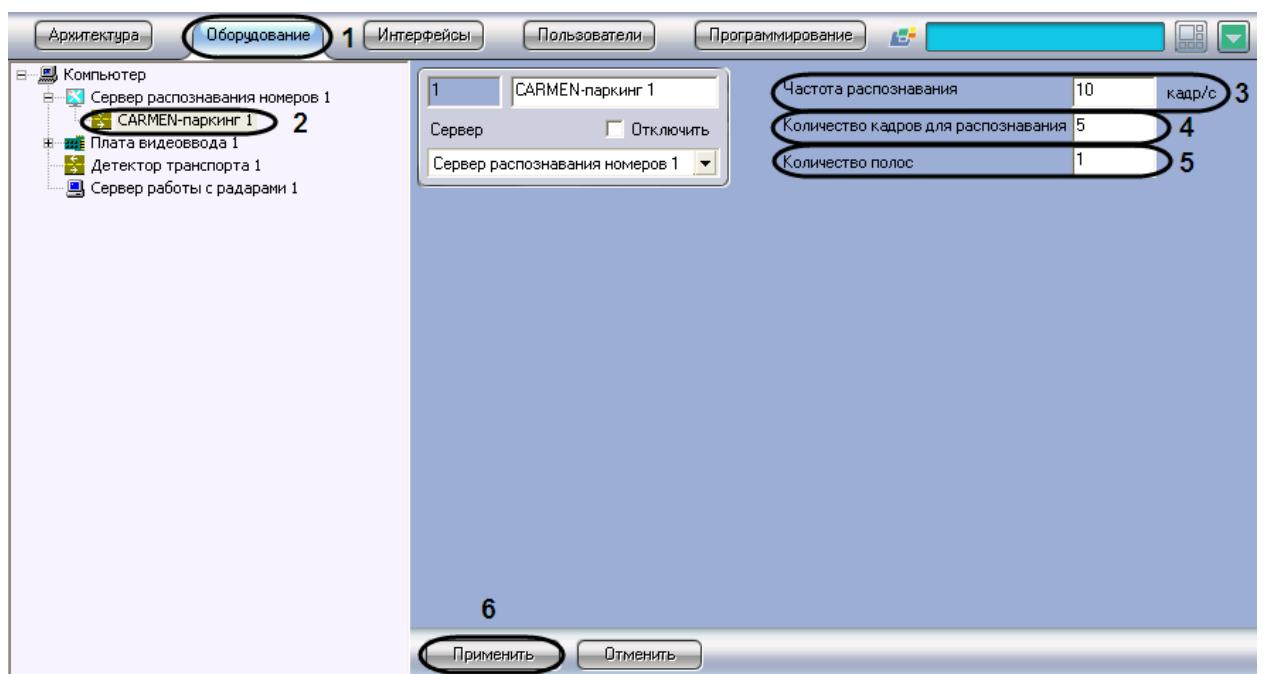

Рис. 7.2—5. Настройка программного модуля «CARMEN-паркинг»
2. В дереве объектов на вкладке «Оборудование» выбрать объект «CARMEN-паркинг», соответствующий настраиваемому программному модулю «CARMEN-паркинг» (Рис. 7.2—5, 2).
3. В поле «Частота распознавания» ввести значение частоты распознавания кадра в секунду (см. Рис. 7.2—5, 3).
4. Ввести значение в поле «Количество кадров для распознавания» (см. Рис. 7.2—5, 4).